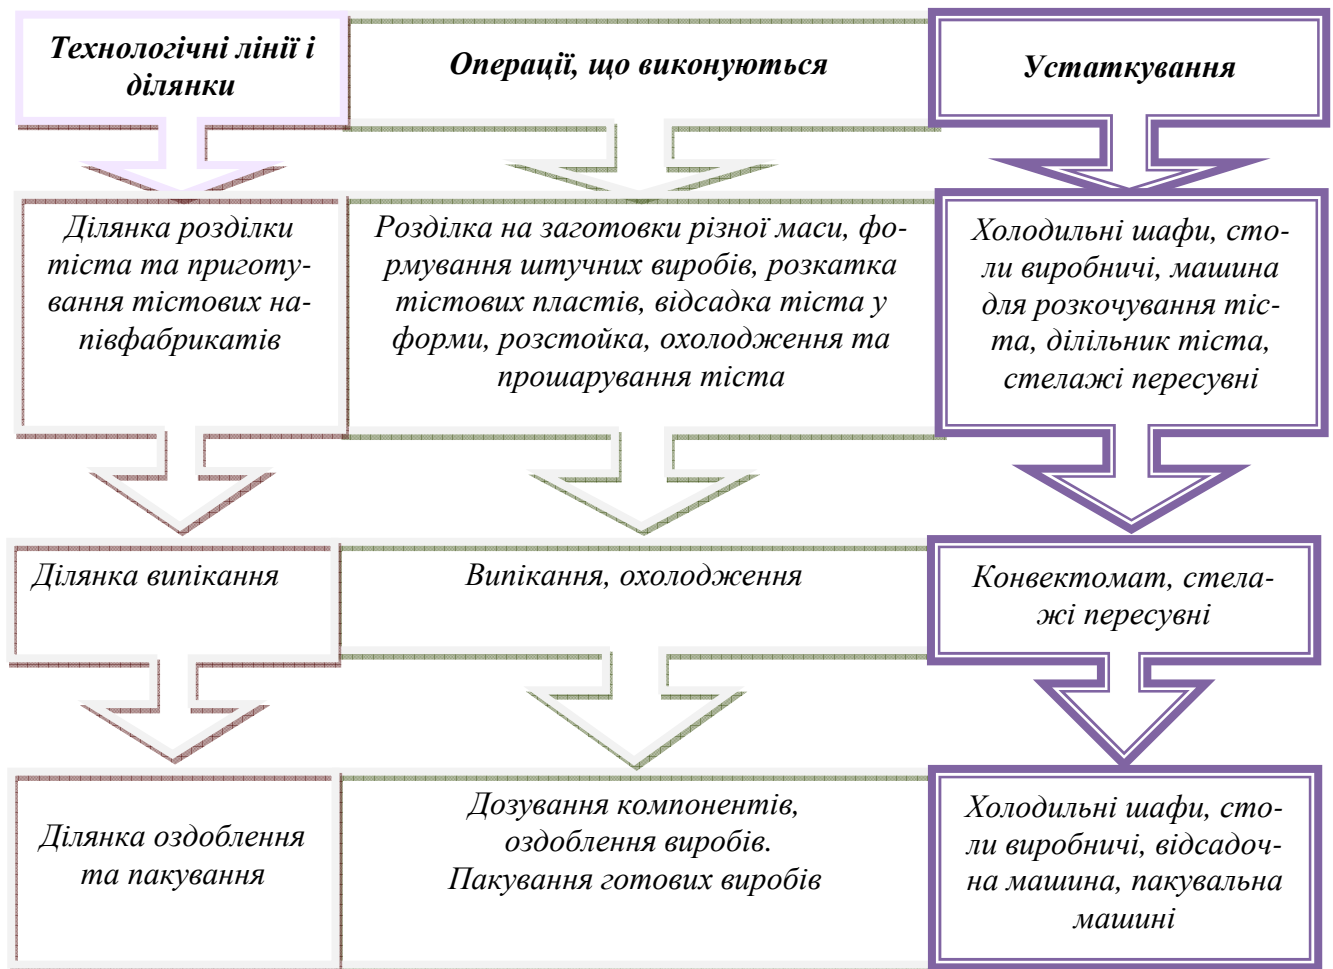

Рисунок 1 – Блок-схема технологічного процесу оброблення, випікання, оздоблення та пакування кондитерських виробів
2. З метою компонування устаткування відповідно до технологічного процесу моделюємо блок-схему процесу розділки, випікання, оздоблення та пакування кондитерських виробів (рис. 1).
4. Здійснюємо прив'язку конфігурації цеху до сітки колон, зовнішніх стін, вікон тощо (рисунок 1 додатку І) та наносимо віконні та дверні отвори (рисунок 2 додатку І).